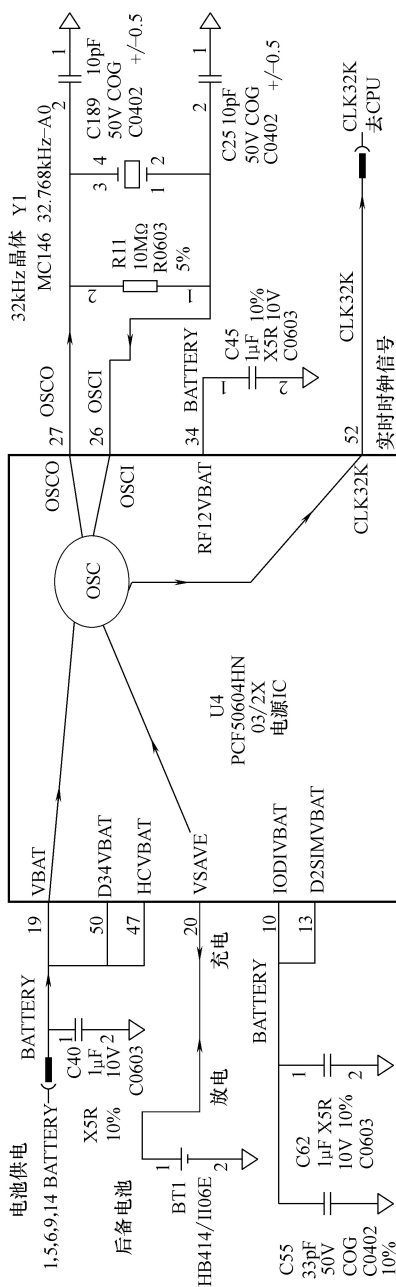

图 4-20 32.768kHz 晶体与电源 IC 构成的实时时钟电路
如图 4-20 所示，为 32.768kHz 晶体与电源 IC 构成的实时时钟电路。
1) 电路英文符号的含义。下面我们对图 4-20 中重要的英文符号的含义做一简要的了解。
2) 电路中元器件。下面我们对图 4-20 中重要的电路元件做一简要的了解。
3) 32.768kHz 晶体与电源 IC 构成的时钟电路的工作原理。下面，我们对图 4-20 中的电路工作原理作简要的了解。